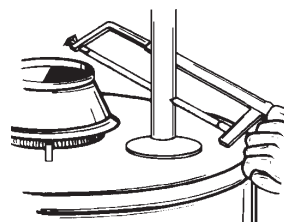

FIGURE 5
6. Si les conduites d'eau sont en cuivre, on peut tailler les deux tuyaux d'eau avec une scie à métaux, à environ quatre pouces du point de raccordement au chauffe-eau. Éviter de les couper trop courts. Au besoin, les raccourcir par la suite. Démontez la conduite d'évacuation de la soupape de décharge à sécurité thermique. Une fois le chauffe-eau vide, retirer le tuyau du robinet de vidange. Fermer le robinet de vidange. Le chauffe-eau est maintenant entièrement désinstallé et prêt à être enlevé (fig. 5).